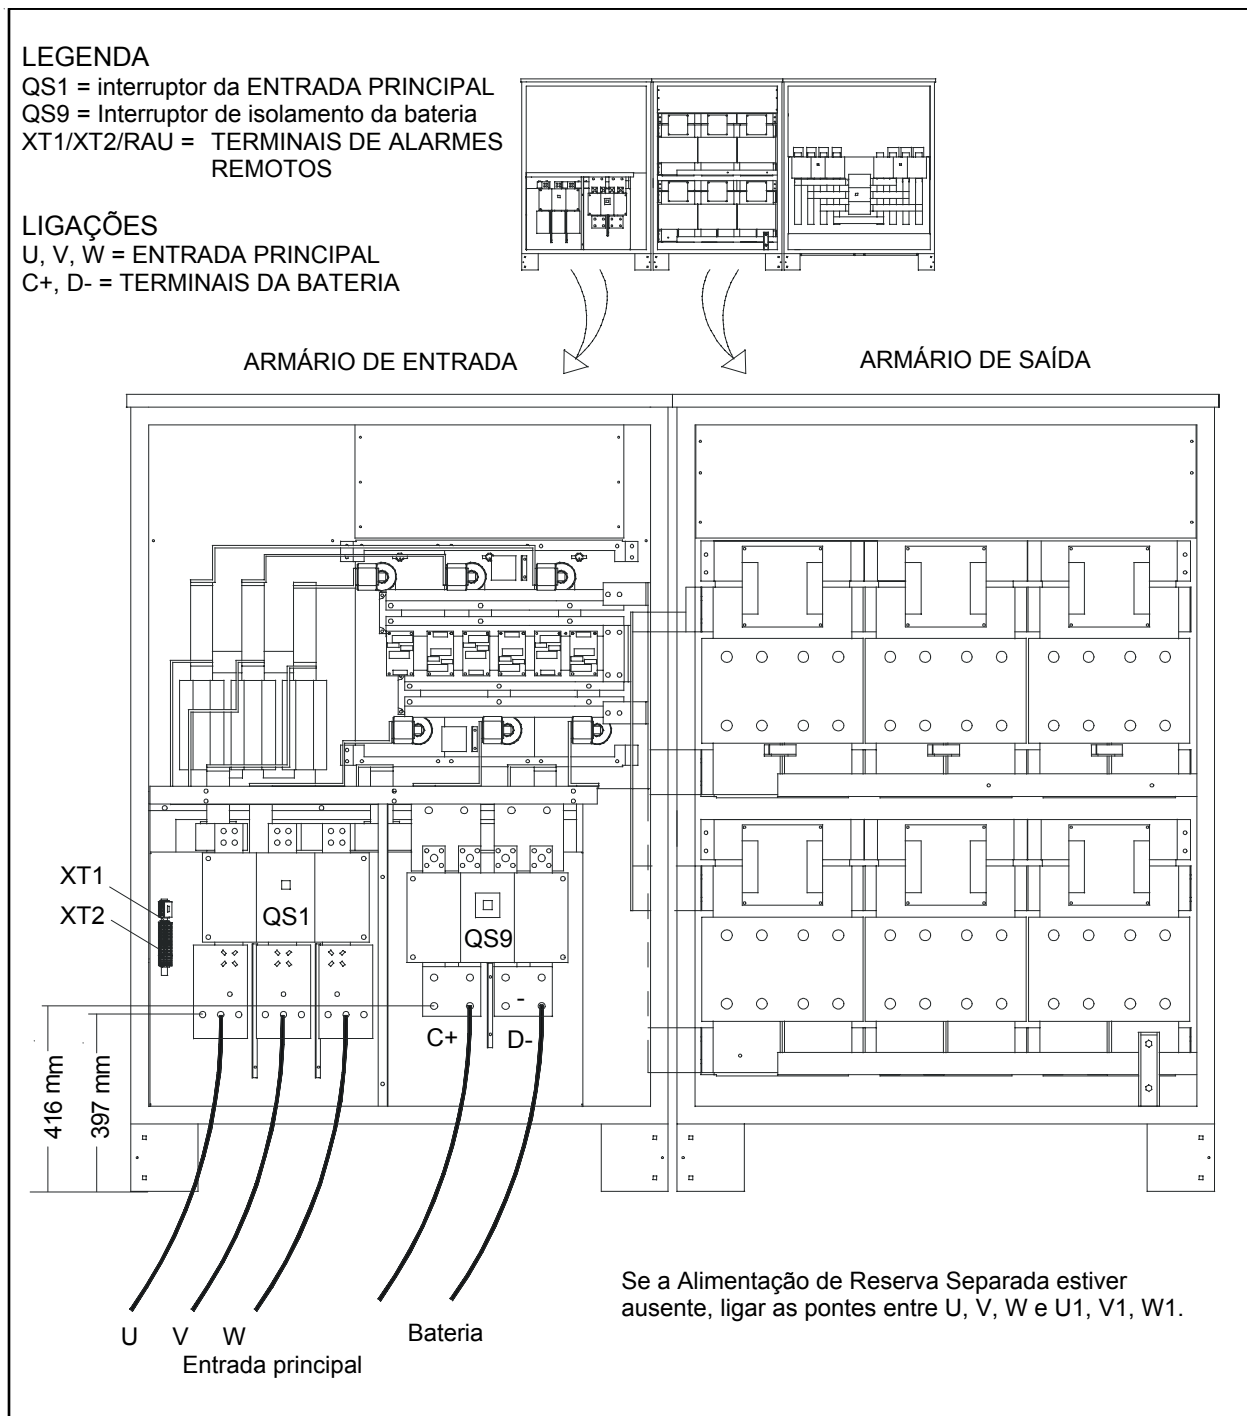
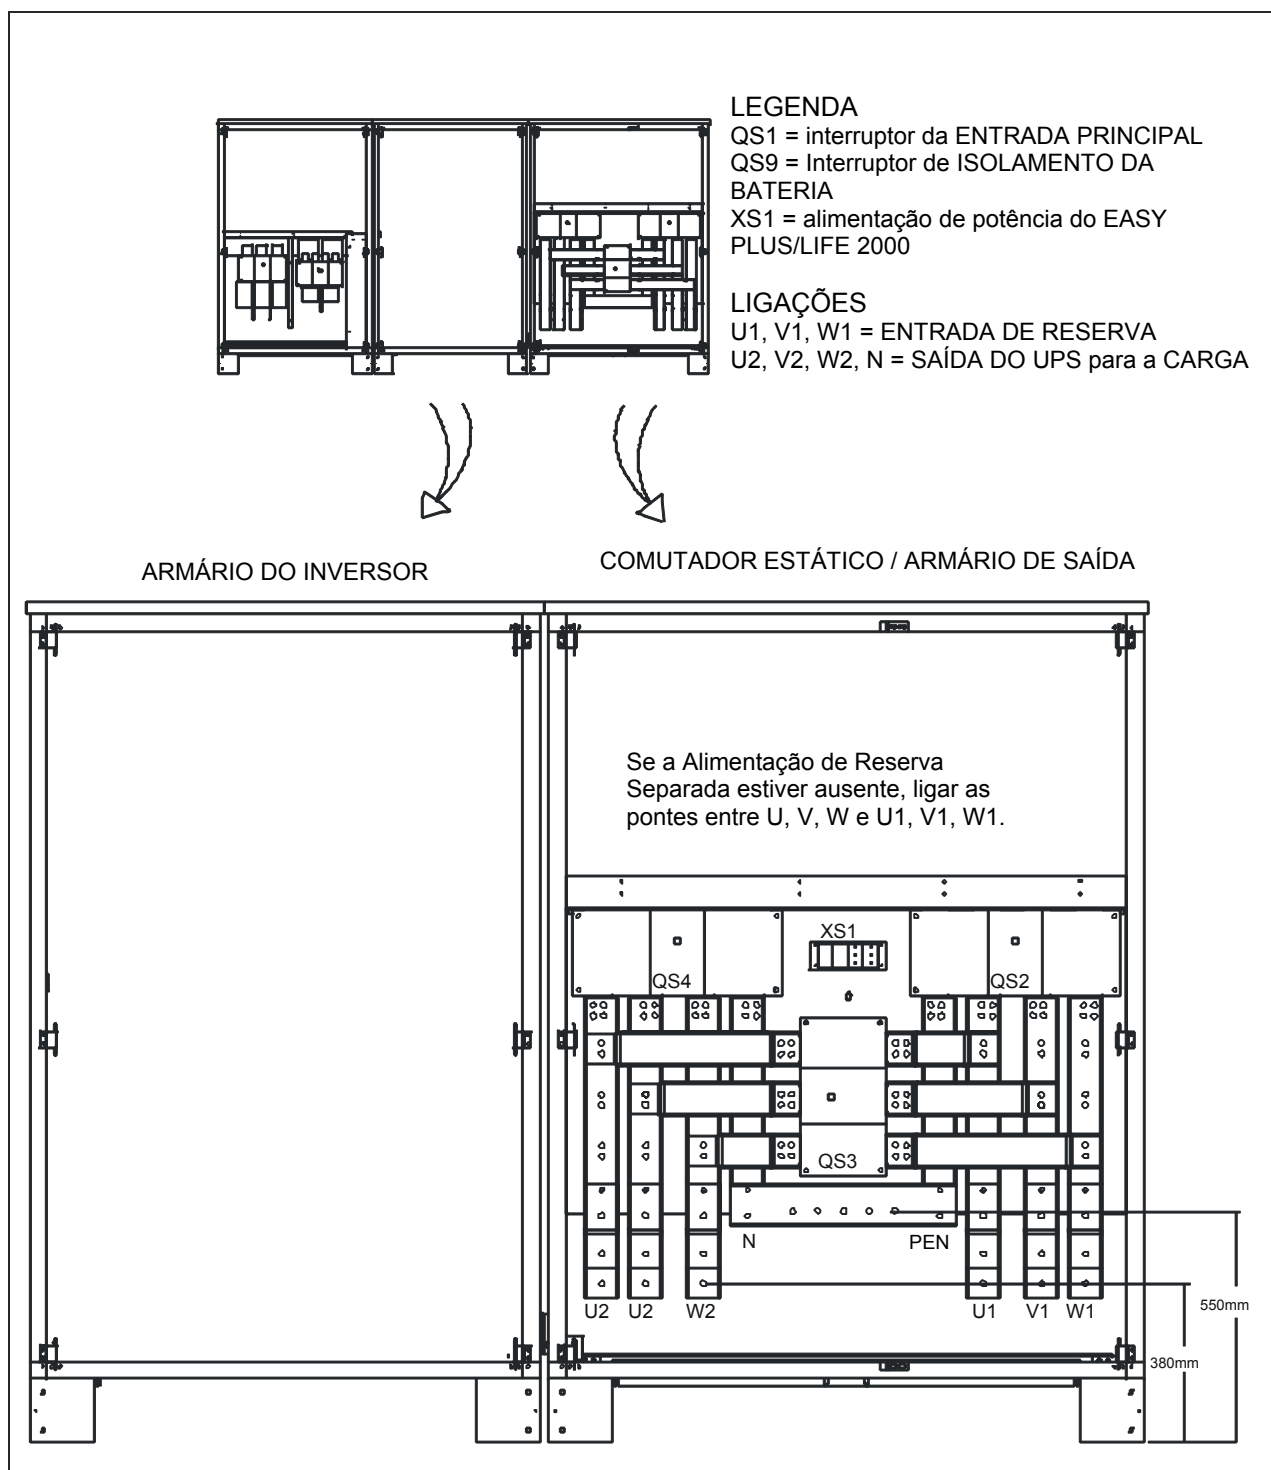

Fig. 24 – Interligações de potência e de sinal entre os armários de Entrada e do Inversor do UPS de 600 kVA
Fig. 27 – Interligações de potência e de sinal entre os armários do UPS de 800 kVA
**Preparar os armários de acordo com Fig. 24 a Fig. 27 e, em seguida, executar as interligações seguintes.**